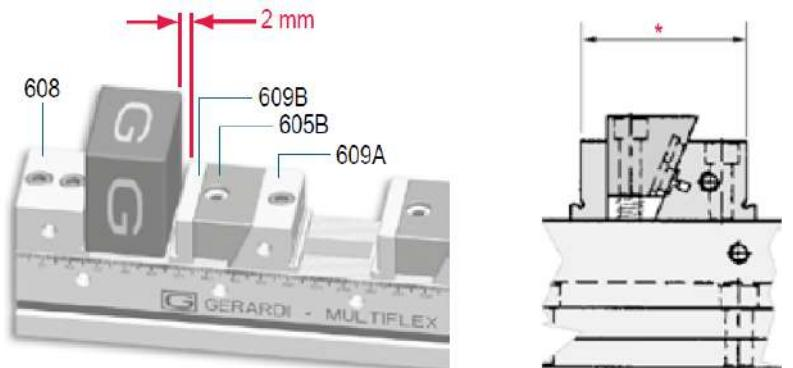

Рисунок 3
- 3 – Установите заготовку, прижав ее к ступеньке (уступу) неподвижной губки арт. 608 и промежуточной ступеньке (уступу) подвижной губки арт. 609B (рис. 3).